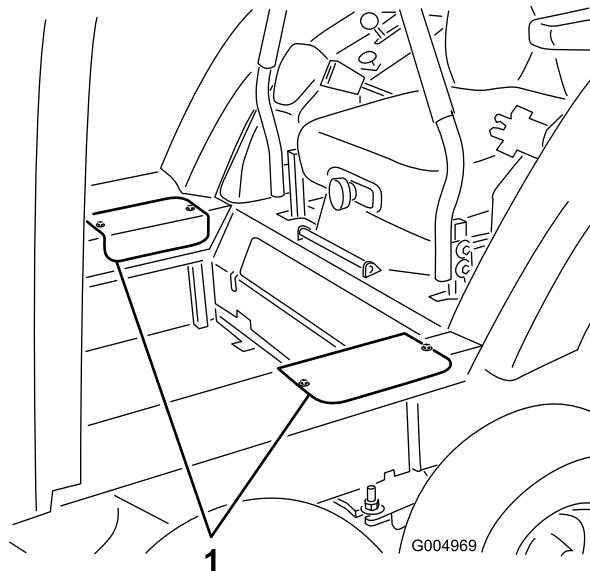

Figura 122
52. Coloque as coberturas de acesso lateral com os parafusos anteriormente retirados (Figura 122).